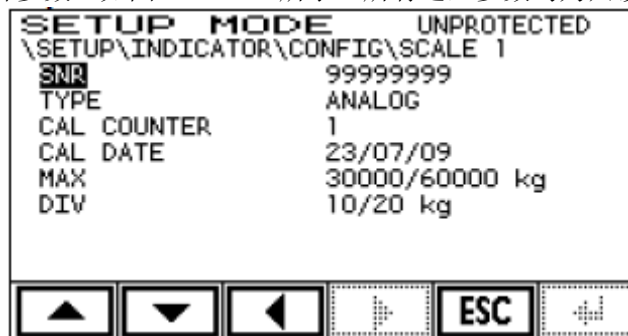

图 5.2.1.3.1
这 lets 用户查看秤 1 的各参数，如图 5.2.1.3.1 所示。所有这些参数均为只读①。